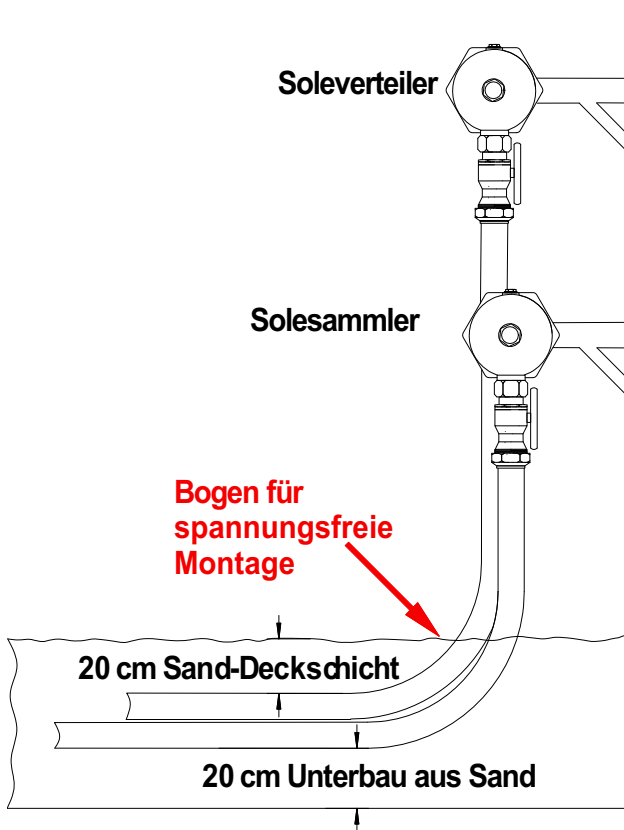
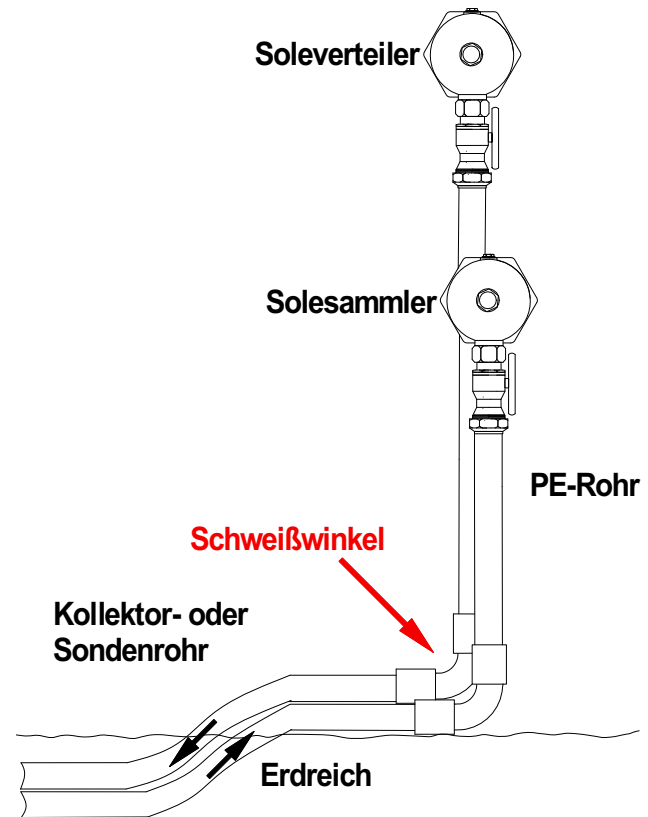

Abb. 5.5: Montage der Rohrleitungen am Soleverteiler
Abb. 5.6: Montage der Rohrleitungen mit Schweißwinkel am Soleverteiler
- Bei der Schachtmontage wird empfohlen die Kollektor- bzw. Sondenrohre im Erdreich mit einer ca. 20 cm starken Sand-schicht zu überdecken bzw. zu unterbauen (Abb. 5.5 auf S. 6). Wird ein Bogen zur Kompensierung der Längenausdehnungen angeschweißt sollte sich dieser hier über Erdgleiche befinden (Abb. 5.6 auf S. 6)!!